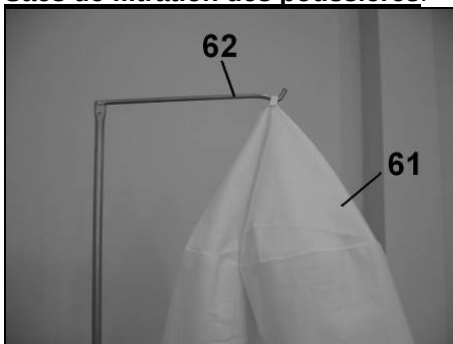

Fig 25
- Suspendez les sacs de filtration (61) au crochet de chacun des supports (62) (Fig 25).